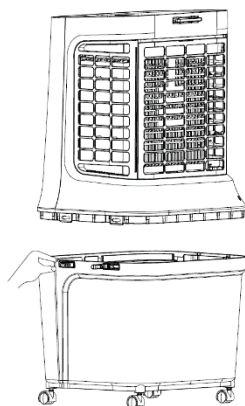

Fig. 3
2. Versare lentamente l'acqua nel serbatoio (vedi figure 3 e 4).